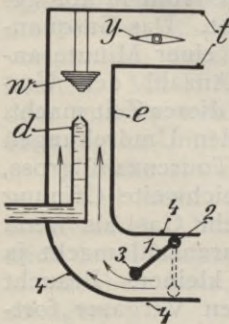

Fig. 10. Vergaser mit automatischer Luftregulierung.
Bei einem Vergaser mit automatischer Luftregulierung stellt sich die Grösse der Luftöffnungen dem Gasverbrauch des Motors entsprechend ein. In sehr einfacher Weise wird die Grösse der Luftöffnungen in dem Vergaser Abb. 10 selbsttätig verändert. In der Figur ist nur die Vergasungskammer e gezeichnet, die Schwimmerkammer also fortgelassen worden. Wir erkennen das Spritzrohr d , das Saugrohr t des Motors, die Drosselklappe
y. Anstatt der Öffnungen u, u finden wir ein weites Rohr (4), in das eine Klappe 1, die um den Zapfen 2 schwingen kann, eingefügt ist. Die Klappe 1 ist durch das Gewicht 3 beschwert. Wir bemerken, dass die Klappe 1, wenn sie gerade herabhängt, wie in Abb. 10 punktiert angedeutet ist, das Rohr 4 verschliesst. Steht die Klappe schräg, so öffnet sie das Rohr. Erzeugt nun der Motor im Vergaser eine starke Druckverminderung, z. B. weil er mit hoher Tourenzahl bei völlig geöffneter Drosselklappe läuft, so ist seine Saugwirkung hinreichend, um die Klappe aus ihrer senkrechten Lage in die gezeichnete schräge Stellung zu bringen. Infolge des kräftigen Ansaugens spritzt Benzin aus dem Rohr d heraus und auch die nötige Luftmenge kann durch die geöffnete Klappe 1 eintreten. Braucht unser Motor wenig Gas, und ist darum die auf den Karburator fortgepflanzte Saugwirkung schwach, so kann durch diese die mit dem Gewicht 3 beschwerte Klappe nur wenig angehoben werden. Die Saugwirkung ist zwar jetzt sehr schwach, es kann sich aber der vom Kolben des Motors geschaffene luftverdünnte Raum nur ziemlich langsam mit Luft füllen, da die enge, von der Klappe freigegebene Spalte ein schnelles Eintreten der Luft verhindert. Darum wirkt die vom Motorkolben geschaffene Druckverminderung um so mehr auf das Benzin im Spritzrohr d und veranlasst, dass dieses in hinreichender Menge aus dem Röhrchen emporspritzt. Kurz gesagt, je stärker der Motor saugt, um so weiter öffnet Klappe 1 das Rohr, je schwächer er saugt, um so mehr bleibt sie geschlossen.